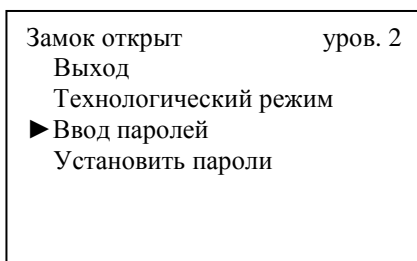

Рис. 8 – Режим «Системное меню»
3.4.5.1 Одновременным нажатием клавиш «1» и «2» из режима «Текущие значения» осуществляется переход в особый режим – «Системное меню» (рис. 8). Надпись «Замок открыт» в первой строке означает, что для входа в «Технологический режим» вводить пароли не требуется.